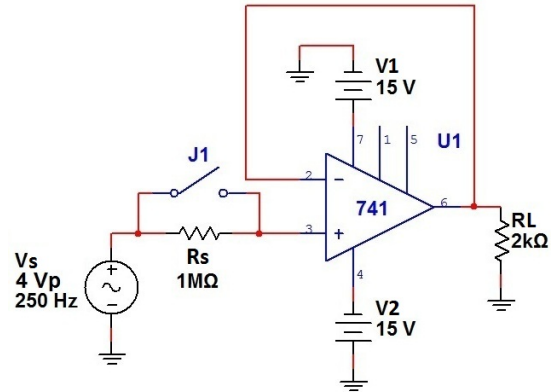

Figura 9. Esquema: Buffer.
**PRIMEIRO PASSO -** Montar o circuito da figura 9 com a chave J1 fechada.